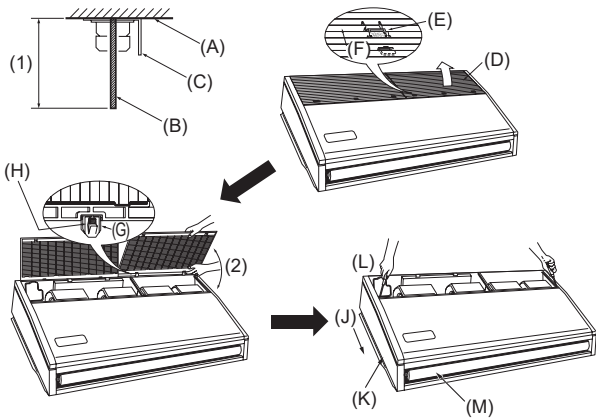

Fig. 3-4
- (A) Dima di carta
- (B) Foro per il bullone di sospensione
- (C) Larghezza della sezione interna
- (D) Utilizzare inserti di peso in grado di sostenere un peso compreso fra 100 e 150 kg.
- (E) Utilizzare bulloni di sospensione di specifica W3/8 o M10.
3.2.4. Preparazione della sezione interna (Fig. 3-4)